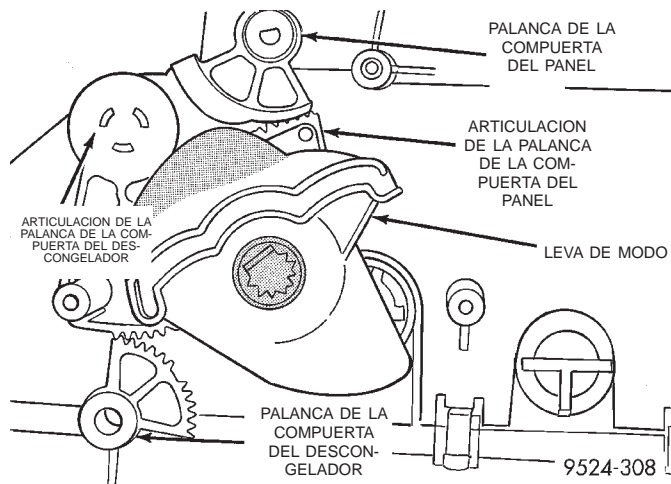
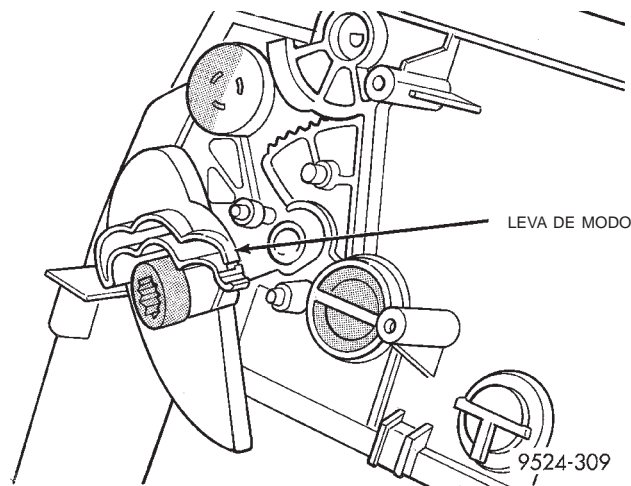

Fig. 101 Leva del motor de modo
Fig. 102 Desmontaje de la leva del motor de modo
(30) Retire la leva del motor de modo de la caja (Fig. 101) y (Fig. 102).